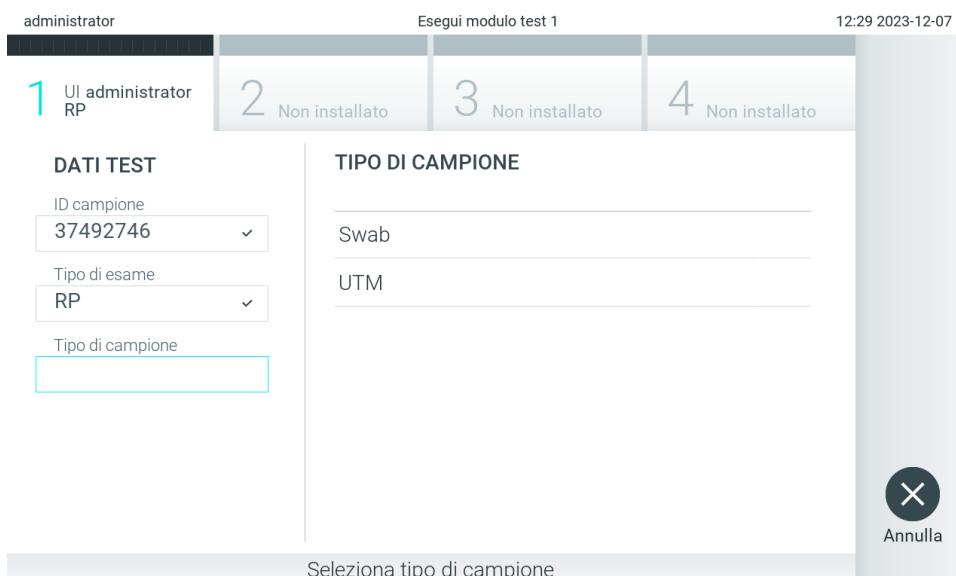

Figura 88. Selezione del tipo di campione.
5. Il campo Assay Type (Tipo di esame) sarà popolato automaticamente e, se necessario, dovrà essere selezionato manualmente un Sample Type (Tipo di campione) dall'elenco (Figura 88).